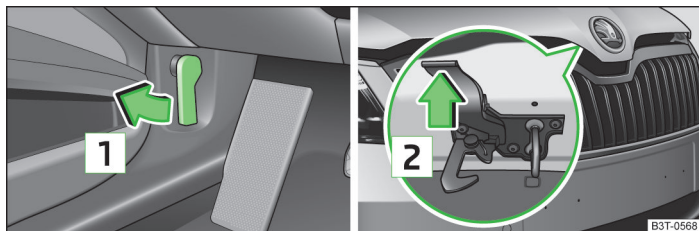

Fig. 165 Manette de déverrouillage pour le capot moteur / manette de déverrouillage
- N'ouvrez jamais le capot en utilisant la manette de déverrouillage » fig. 165 à la page 212.
- Tirez sur la manette de déverrouillage en dessous du tableau de bord  » fig. 165.